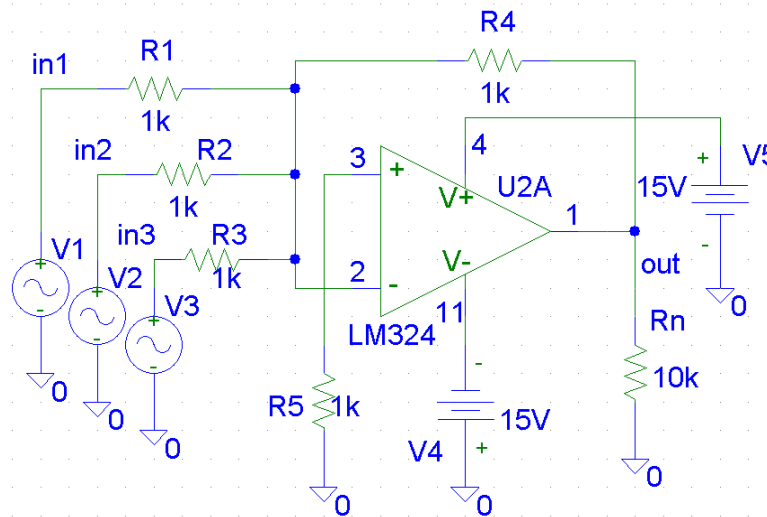

Рис. 1.12. Схема аналогового суматора
2. Зібрати схему аналогового суматора (рис. 1.12).